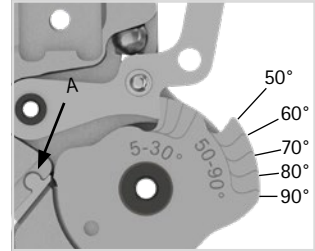

Fig. 33
- 2 Limare l'angolo di flessione massimo del ginocchio massimo desiderato di 60°, 70°, 80° o 90°. A tale scopo, utilizzare le linee di riferimento sul disco dell'arresto di flessione FA (fig. 33).
L'arresto di estensione può essere sostituito in base alla posizione di estensione desiderata. L'arresto di estensione e l'arresto di flessione devono essere sempre regolati in modo da essere sempre compatibili l'un l'altro. Dopo la sostituzione dell'arresto di estensione (fig. 33/A) è necessario limare il disco dell'arresto di flessione in base al grado scelto. Per la limatura sono disponibili linee di riferimento sull'arresto di flessione (fig. 33). Maggiori informazioni sono disponibili nella tabella seguente.
### NEURO FLEX MAX funzione alternativa (fig. 33)